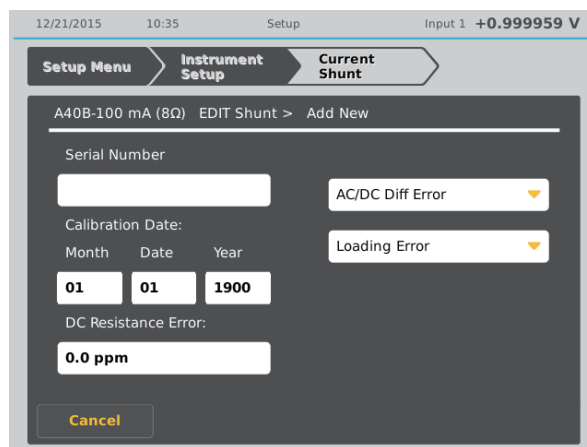
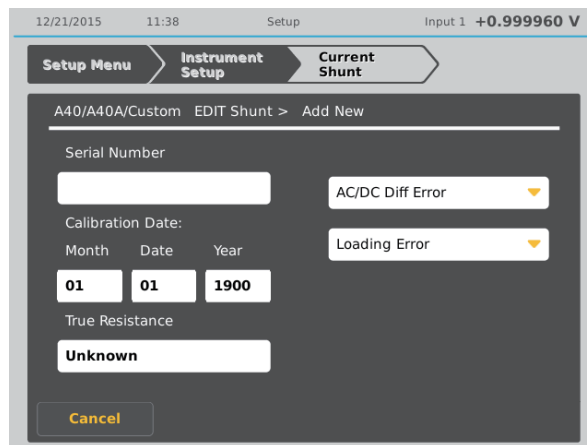

图 3. A40B 属性
图 4. A40/A40A/定制分流器属性
3. **直流电阻误差(A40B)或真实电阻(A40/A40A/定制分流器)**——对于 A40B，是指相对于分流器标称电阻值的偏差(见图 3)；对于 A40、A40A 或定制分流器，是指分流器的真实(通常称为“标称”)电阻(见图 4)。如果知道分流器的真实电阻，应该将其输入到相应位置，否则它将始终显示“unknown”（未知）。注：如果没有真实电阻值，将不显示电流读数。更多信息请参见之前部分。